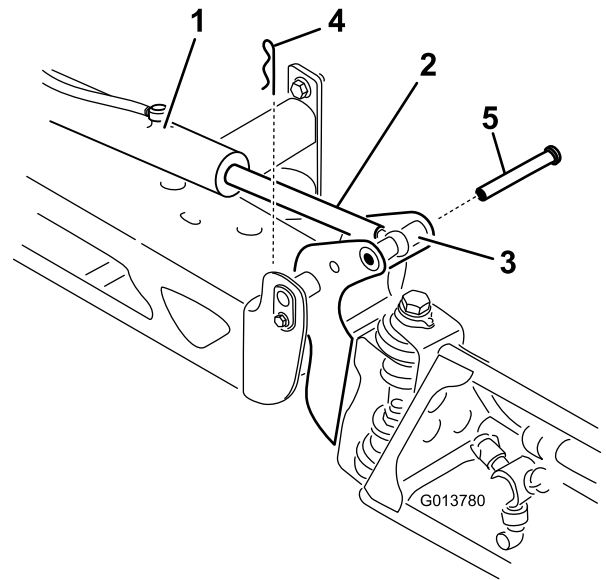

Figura 37
2. Retire la chaveta del pasador de giro (Figura 37).
3. Levante el brazo y retire el pasador (Figura 37). Baje el brazo lentamente al suelo.
7. Sujetando el brazo, introduzca el pasador a través del pivote del brazo y del émbolo del actuador (Figura 37).